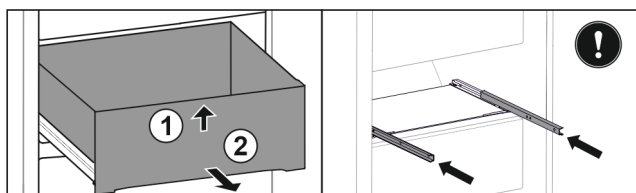

Fig. 158
- ▶ Løft skuffen fremefter. Fig. 158 (1)
- ▶ Tag skuffen ud fremefter. Fig. 158 (2)